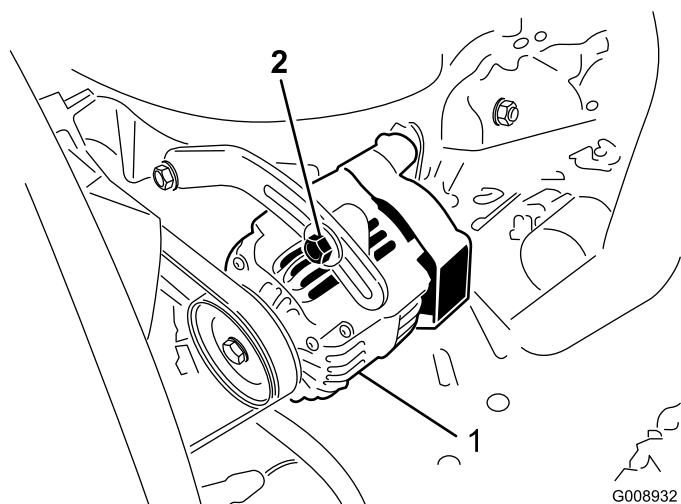

Figura 80
Controllate lo stato e la tensione delle cinghie (Figura 80) ogni 100 ore di servizio.
2. Se l'inflessione non è di 10 mm, allentate i bulloni di fissaggio dell'alternatore (Figura 80). Aumentate o riducete la tensione della cinghia dell'alternatore e serrate i bulloni. Controllate di nuovo l'inflessione della cinghia per accertare che sia esatta.